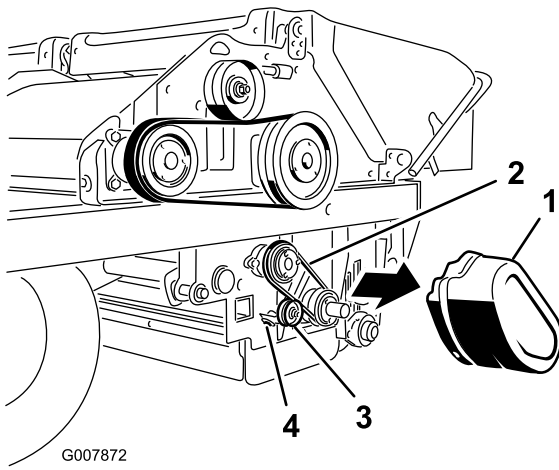

図 61
1. ベルトカバー 図 61 を取り外す。
2. アイドラプーリのナットをゆるめる 図 61。
3. アイドラプーリのナットを締め付ける 図 61。